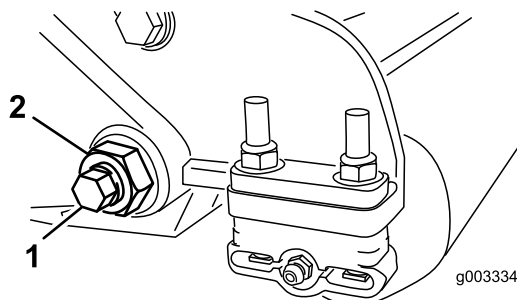
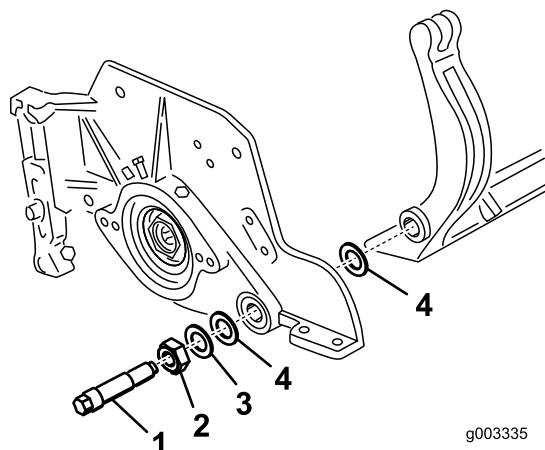

Figura 34
Figura 35
3. Su ciascun lato della macchina, allentate il dado di bloccaggio che fissa il bullone della barra di appoggio (Figura 34).
verso il basso e rimossa dal bullone della macchina (Figura 34). Considerate 2 rondelle in nylon e 1 rondella in acciaio stampato su ciascun lato della barra di appoggio (Figura 35).
2. Fissate la barra di appoggio su ciascuna piastra laterale mediante gli appositi bulloni (dadi sui bulloni) e 6 rondelle. Una rondella in nylon deve essere posizionata su ciascun lato della flangia di estremità della piastra laterale. Posizionate una rondella in acciaio all'esterno di ciascuna rondella in nylon (Figura 35). Serrate i bulloni a 37-45 Nm. Serrate i dadi di bloccaggio finché la rondella in acciaio esterna non cesserà di ruotare e il gioco di estremità verrà eliminato, ma non serrate eccessivamente o non deviate le piastre laterali. Le rondelle all'interno possono avere un gioco.